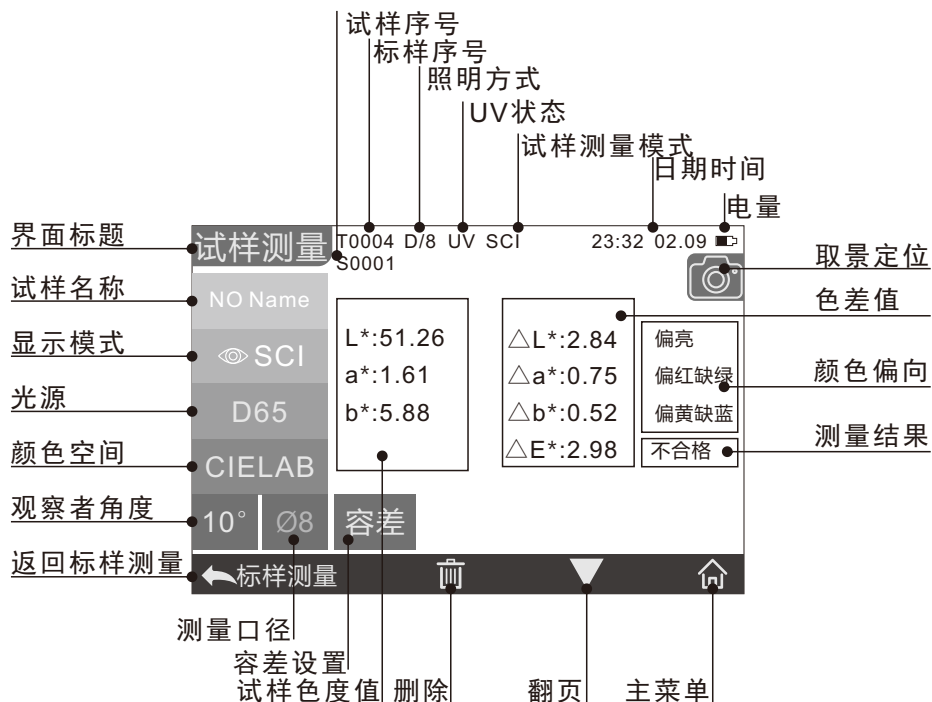
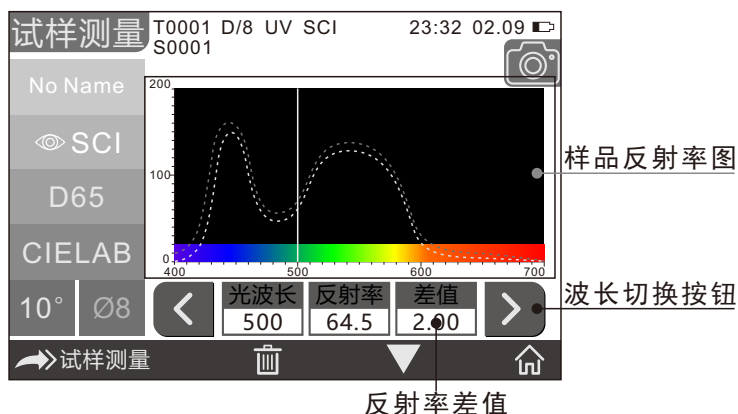

图12 试样测量界面
图13 标样测量反射率光谱图界面
在标样测量界面下，点击“➡试样测量”切换到试样测量界面。将仪器测量口径对准被测试样品，贴紧，轻轻按压测试按键，蜂鸣器会“滴”的一声，同时伴随LED指示灯由黄色变为绿色，代表本次测试完成。测试完成后界面如图12、图13所示，试样测量界面与标样测量界面类似，但是会显示当前试样当前标样色度数据对比差值。下面就针对试样做详细说明。
10) 波长切换按钮：如图13，点击“<”“>”按钮，当前测试试样光波长、试样反射率、试样标样反射率差值以间隔10nm的频度进行切换。